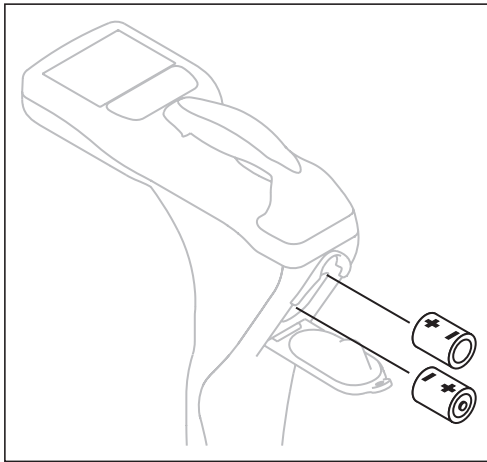

Fig. 11: Trocar de pilhas no recetor – polaridade das pilhas
3. Coloque as pilhas novas. Preste atenção à polaridade correta (fig. 11).